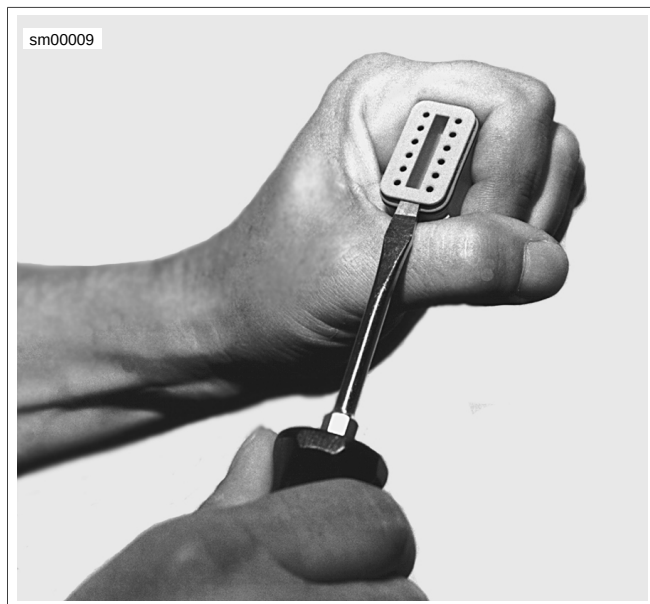

Figura A-12. Conector Deutsch: Extracción de la cuña secundaria de bloqueo
1. Vea Figura A-12. Inserte un destornillador pequeño entre el conector hembra y la cuña de bloqueo en línea con la ranura (en línea con los agujeros del pasador si no hay ranura). Gire el destornillador 90 grados para sacar la cuña y extraer la cuña secundaria de bloqueo.